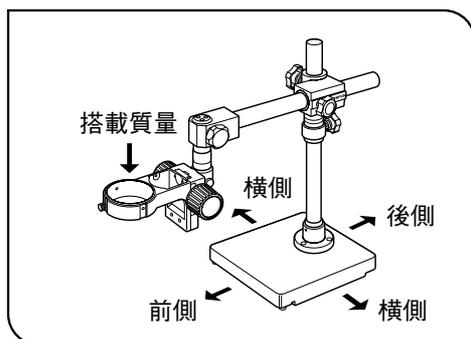

図 1
- 3) 架台は搭載できる質量に制限があります。(下表参照)写真装置付鏡体等の重量物は組合わせできません。支柱はベースに対して中心から片寄って取付いています。水平アームの向く方向によって安全性が異なります。(図1,2)水平アームを最大に引出した場合、ポンドアームへの搭載質量制限*は次のようになります。